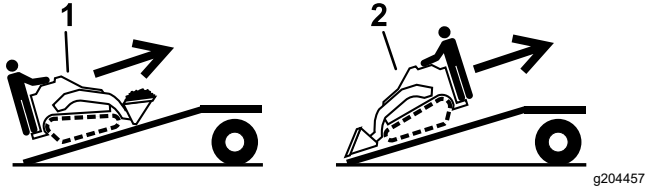

Figura 28
5. Încărcai maina pe remorcă cu partea cu încărcătură orientată spre rampă în sus i încărcătura în poziie joasă (Figura 28).